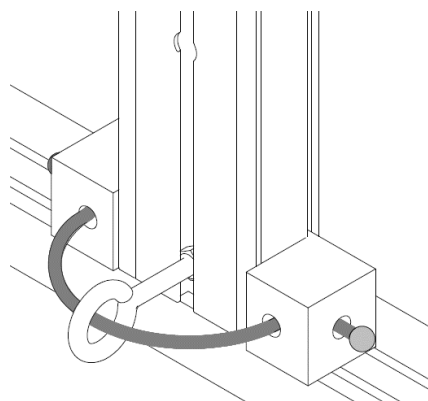

Abb. 40
- es wiederholen sich die Arbeitsschritte Abb.31 bis 35 für die gegenüberliegende Seite der Mittelsprosse. (Abb. 40)